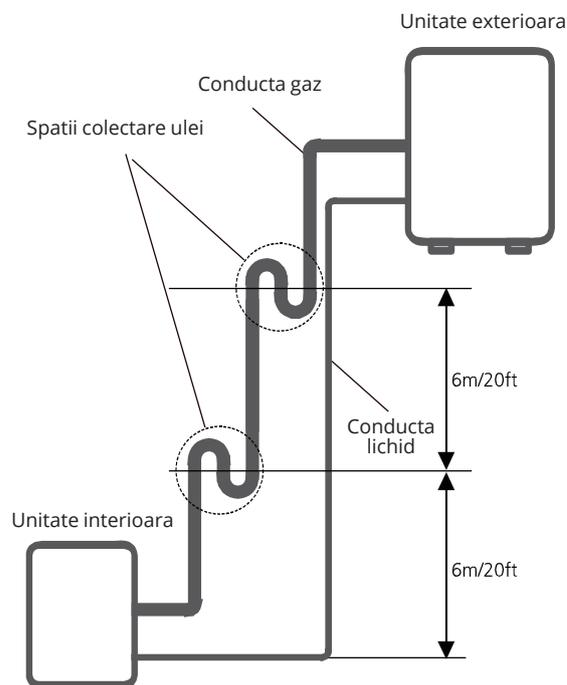

Fig. 7.3
(vezi fig 7.3)
1. Asigurati-va ca unghiul de taiere este de 90°, perfect. Consultati fig. 7.3 pentru exemple de taiere imperfecta.